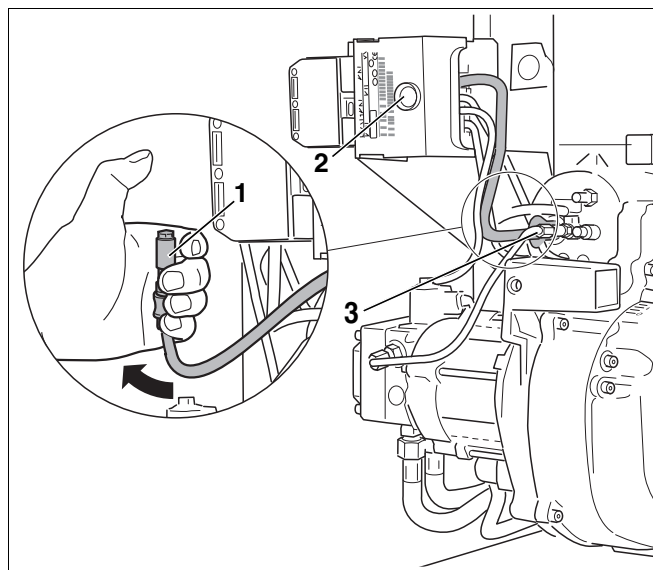

Рис. 32 Проверка работы датчика пламени
- При работающей горелке вынуть датчик пламени из держателя (Рис. 32, поз. 3).
- Закрывать датчик пламени (Рис. 32, поз. 1). После повторного запуска должно произойти отключение из-за неисправности.
- По истечении времени ожидания, составляющего примерно 30 секунд, нужно разблокировать автомат горения дизельного топлива, нажав кнопку подавления помех (Рис. 32, поз. 2).